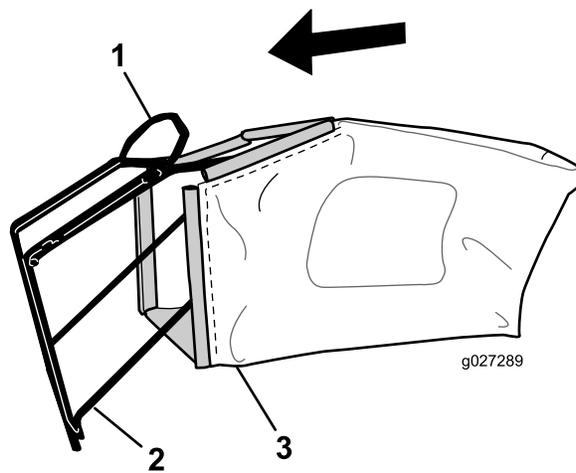

Figura 7
**Nota:** Non infilate il cesto sopra alla stegola (Figura 7).
1. Infilate il cesto di raccolta sopra il telaio come illustrato in Figura 7.